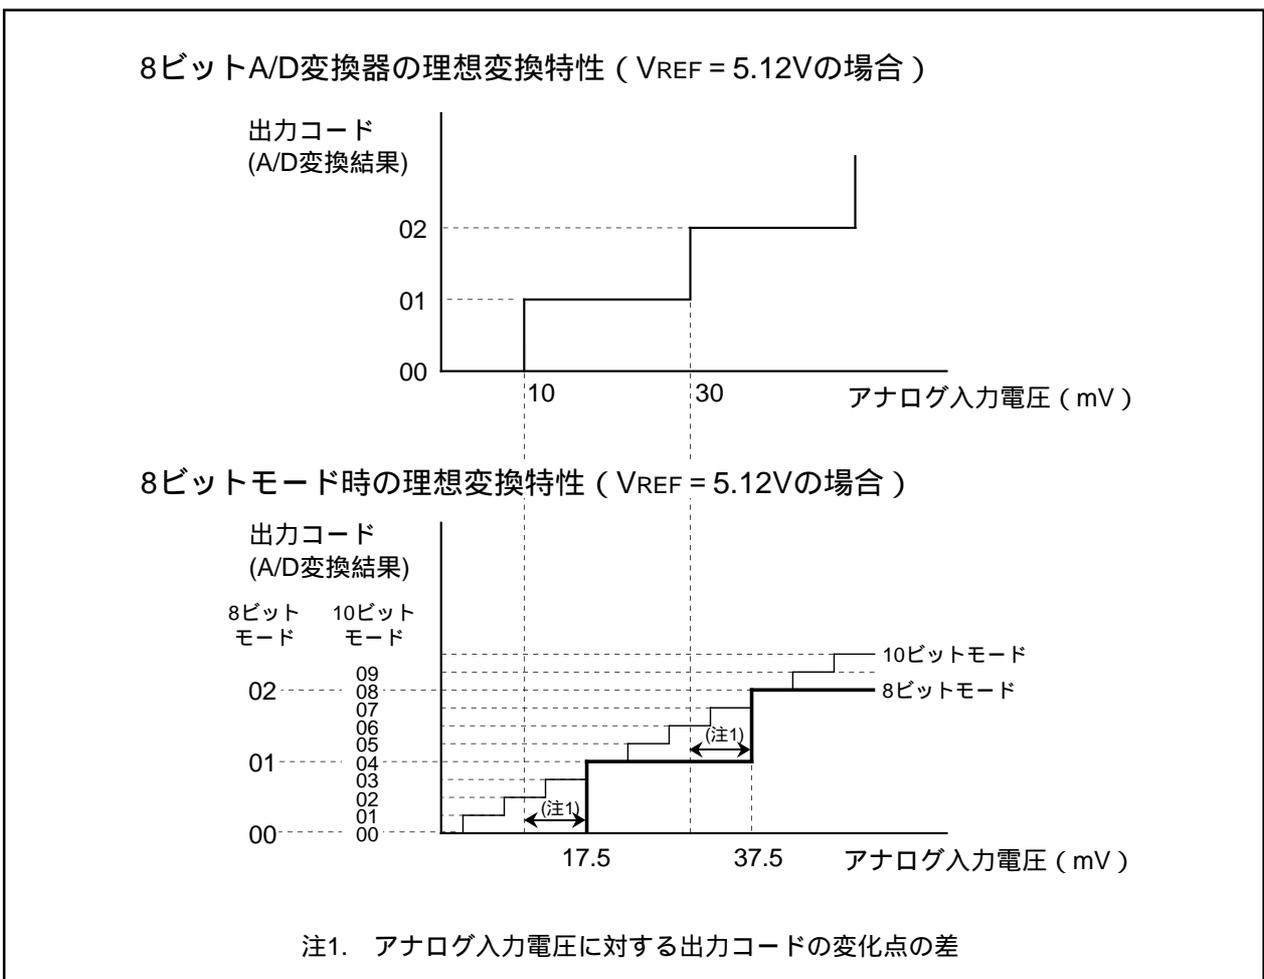

図2.9.19. 8ビットモードおよび8ビットA/D変換器の理想変換特性
内容 (1) 8ビットモード時、10ビット逐次比較レジスタの上位8ビットがA/D変換結果となります。このため、8ビットA/D変換器と比較すると、比較電圧が $3V_{REF}/2048$ (表2.9.10の下線参照)異なり、図2.9.19が示す出力コードの変化点の差が生じます。